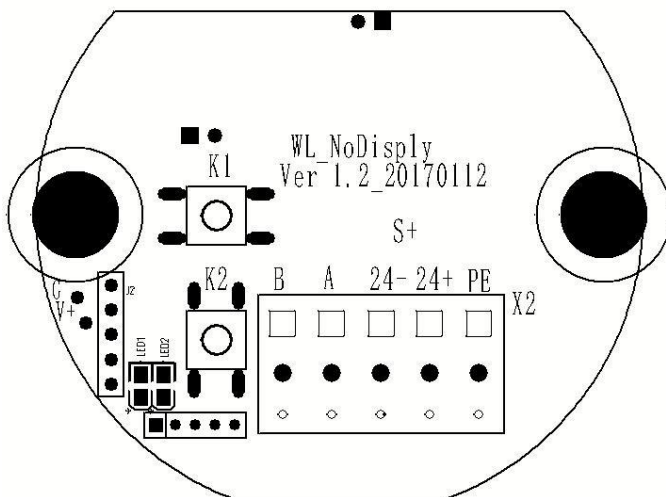

图 17 内部接线图示意图
(2) 内部接线示意图（见图 17）。
(3) 满度流量微调示意图（见图 17。）。